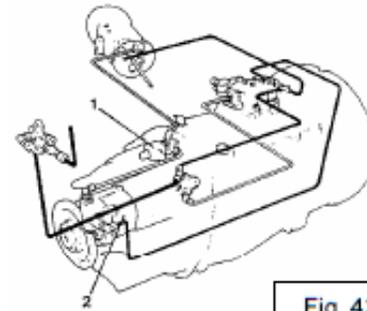

Fig. 43
Si el régimen del eje secundario es superior a 700 r.p.m. (30 Km. hora), es enviada una señal desde el sensor del velocímetro hasta la electroválvula (1). Esta última activa y bloquea el suministro de aire del cilindro range (2) con lo cual se impide que pueda realizar el cambio. (Fig. 43)